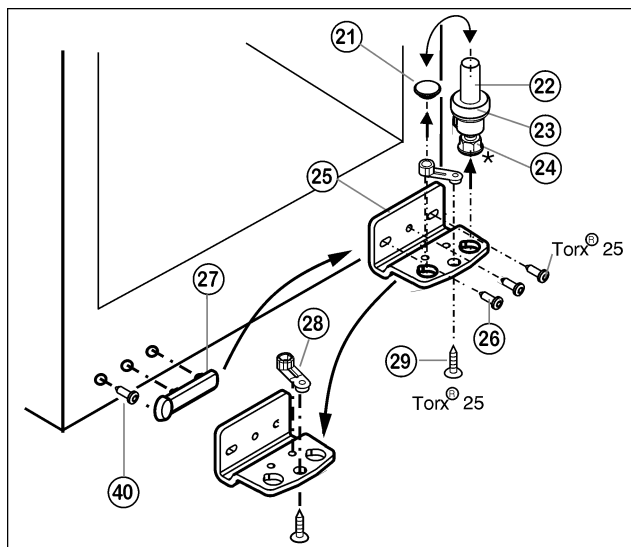

Fig. 5
- ▶ 连同垫片 Fig. 5 (23) 和垫脚* Fig. 5 (24) 将整个轴承螺栓 Fig. 5 (22) 向上拉出。
- ▶ 取下堵头 Fig. 5 (21)。
- ▶ 卸下 Fig. 5 (26) 托架 Fig. 5 (25)。
- ▶ 卸下 Fig. 5 (29) 支承部件 Fig. 5 (28) 并将其更换到对面的托架定位孔内，重新固定。
- ▶ 小心抬起把手侧的盖板 Fig. 5 (27)，旋出螺栓 Fig. 5 (40) 并一起移到反面。
- ▶ 必要时借助充电螺丝刀将托架 Fig. 5 (25) 重新安装在新铰链侧 (使用 4 Nm 的扭矩)。
- ▶ 重新插入堵头 Fig. 5 (21) 至另一孔内。
- ▶ 连同垫片和垫脚* 重新放入整个轴承螺栓 Fig. 5 (22)。同时注意止动凸轮需指向后方。
- ▶ 取出并更换冰箱门轴瓦上的堵头 (33)。
- ▶ 拆下门把手 (32)、堵头 (33) 和压板* (34) 并移到反面。
- ▶ 从上方将冰箱门放在下方轴承螺栓 Fig. 5 (22) 上。
- ▶ 将上方托架 (12) 放在冰箱门内的新铰链侧。
- ▶ 将上方托架 (12) (使用 4 Nm 的扭矩) 拧紧 (2 个 Torx® 25) (13)。需要时，预先钻出螺栓孔或使用充电螺丝刀。
- ▶ 将盖板 (10) 和盖板 (11) 分别卡紧在反面。
- ▶ 必要时通过下方托架 Fig. 5 (25) 内的两个长方形孔调整冰箱门，使其与冰箱外壳对齐。为此请旋出中间螺栓。